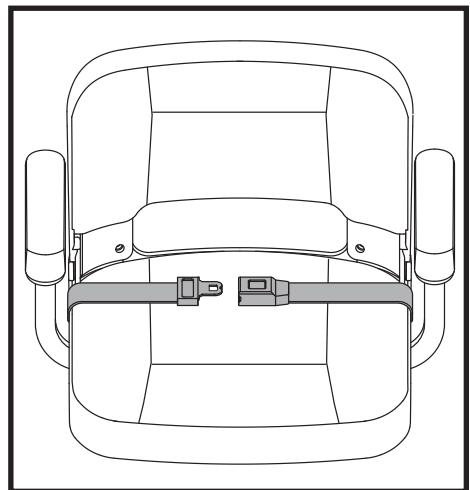

Figuur 28. Veiligheidsgordel bouten
2. Plaats de stoel ondersteboven zodat u de onderzijde van uw stoel kunt zien. **Zie figuur 28.**